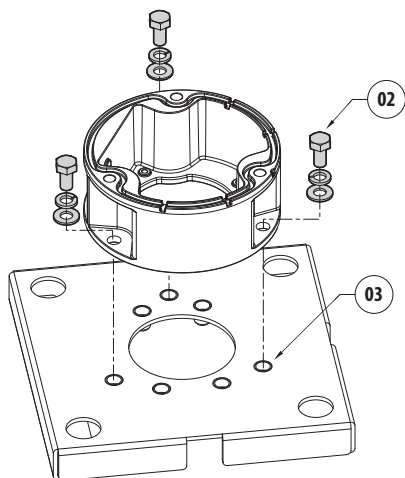

Рис. 3 Крепление для UEBP (ULISSE EVO)
Прикрепите опору UEBP (ULISSE EVO) к опорной плите при помощи прилагаемых винтов и шайб (02), используя 3 резьбовых отверстия (03) (Рис. 3 Крепление для UEBP (ULISSE EVO), страница 3).